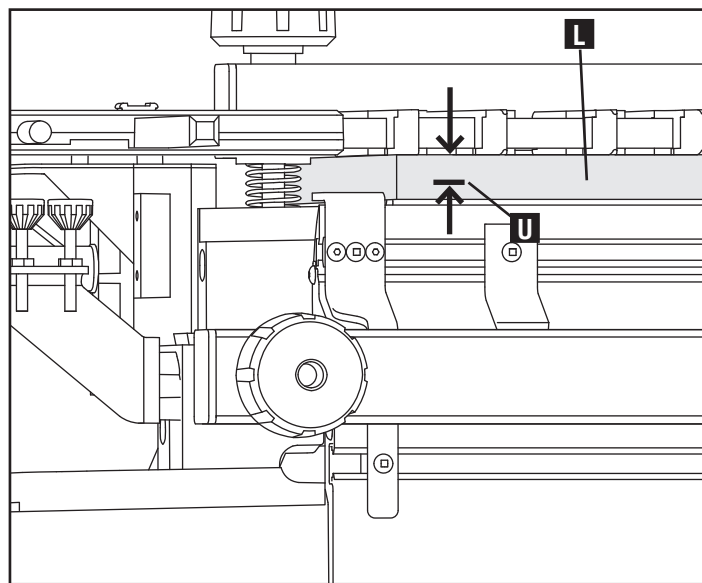

Fig. E7
- b. Prenez la mesure descendante en partant du sommet de la surface de la planche-goujon (L), Fig. E7, (qui est à l'horizontale) et faites une marque (U) à l'extrémité de la planche à la même distance que la hauteur de la brèche.